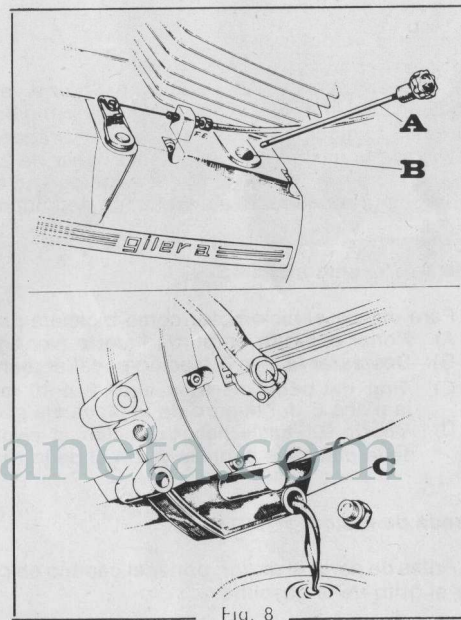

Fig. 8
- B) Comprobar que el nivel de aceite en la caja de cambios sea el justo (fig. 8)
Introducir por el agujero de carga «B» 550 gr. de aceite nuevo, controlar con la varilla «A» el nivel (fig. 8).